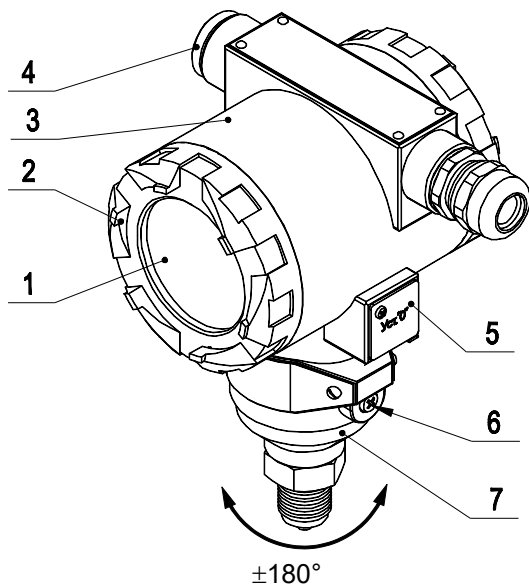

Рисунок 2.4 – Общий вид AIR-30M (корпус АГ-30)
- кнопка «» подстройки (корректировки) «нуля» (одна или две – в зависимости от исполнения корпуса). В корпусах с кодом при заказе Р1 и Р3 внешняя кнопка подстройки нуля расположена сбоку корпуса (см. рисунок 2.4);